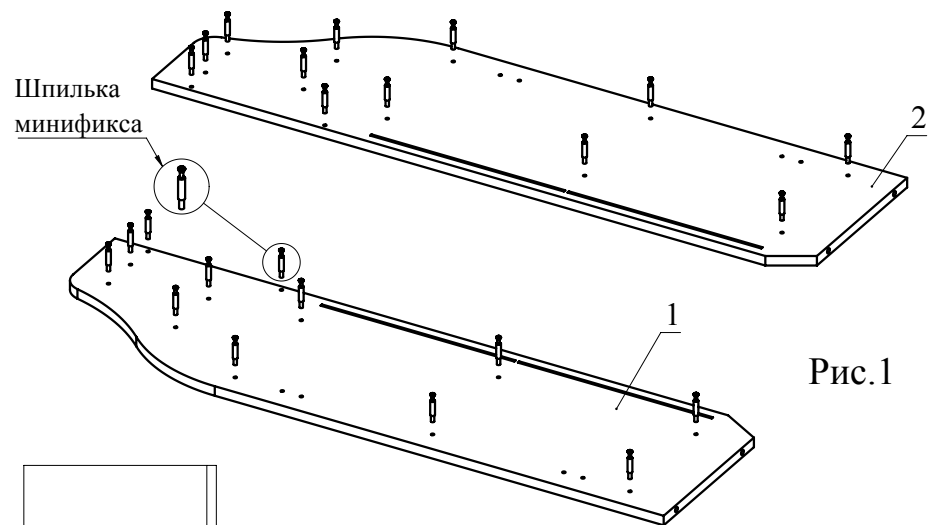

Рис.1
1. Вкрутите шпильки минификсов в детали 1, 2 (Рис. 1).